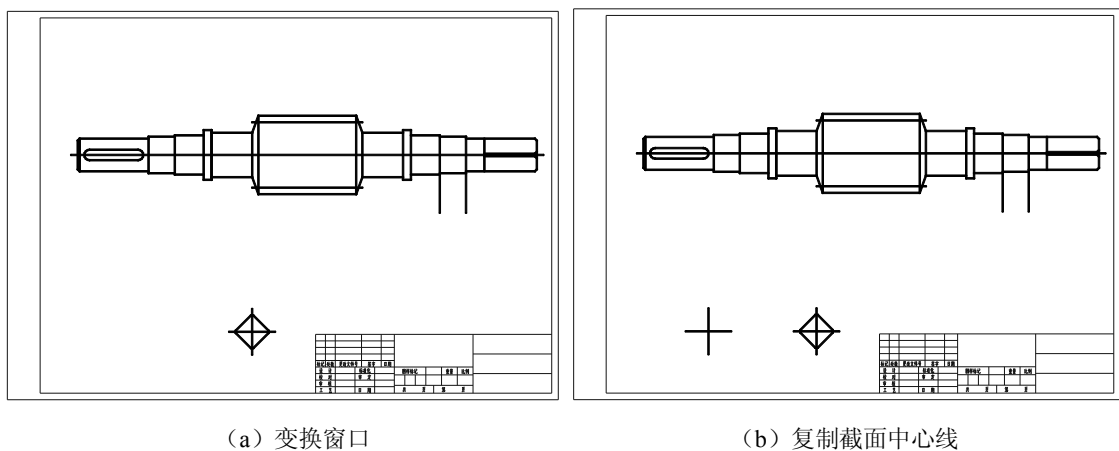

图 11-47 绘制轴端截面中心线
1) 使用范围缩放工具，变换窗口大小。结果如图 11-47 (a) 所示。
2) 以轴右端截面中心线为基准, 使用复制对象工具, 复制截面中心线。结果如图 11-47 (b) 所示。